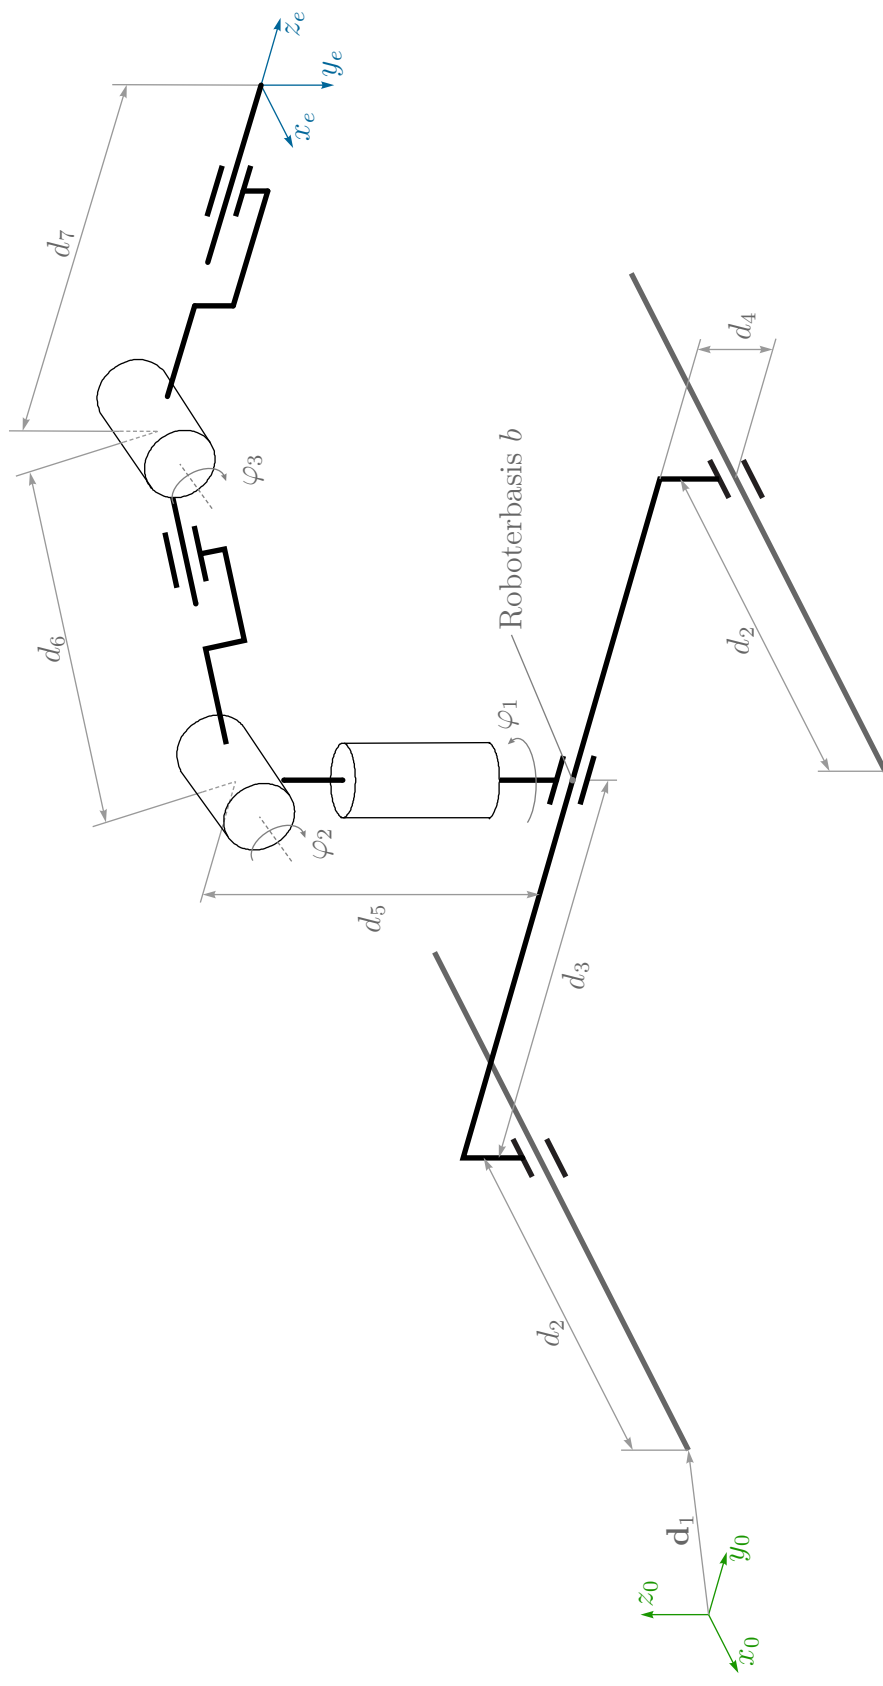

Abbildung 8: Kinematische Kette.
- d) Gegeben ist die kinematische Kette aus Abbildung 8 (nächste Seite). Alle Abmessungen und Winkel sind bekannt. Der Verschiebungsvektor \mathbf{d}_1 setzt sich allgemein als $\mathbf{d}_1 = [d_{1,x} \ d_{1,y} \ d_{1,z}]^T$ zusammen. 5.5 P. |
- Zeichnen Sie geeignete Koordinatensysteme in Abbildung 8 ein. 1.5 P. |